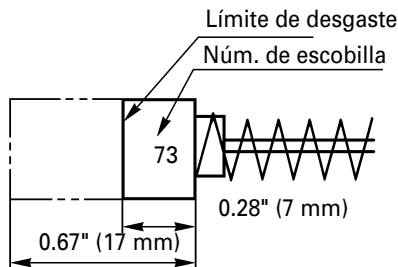

Fig. 20
4. Inspeccionar los escobillas de carbón (Fig. 20)
Utilice las escobillas HITACHI Núm. 73 indicadas en la Fig. 20.